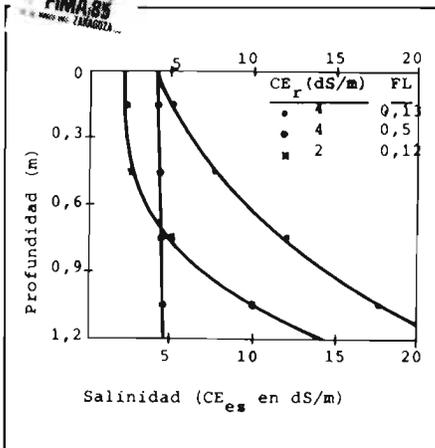

Fig. 3: Perfiles de salinidad de un suelo en función de la salinidad del agua de riego ( $CE_r$ ) y de la fracción de lavado (FL).
1) La incertidumbre acerca de la respuesta de las plantas a variable salinidad en el suelo, tanto en el espacio como en el tiempo, en tanto que los datos de tolerancia de las plantas a la salinidad (cuadro núm. 1) se han obtenido manteniendo condiciones relativamente homogéneas de distribución de sales en la zona radicular (como la curva 4/0,5 de la fig. 3: 0-0), a lo largo del ciclo vegetativo de las
Los datos de tolerancia a la salinidad de los cultivos contenidos en el cuadro núm. 1 son más extrapolables a situaciones parecidas a las que se han obtenido, es decir, utilizando riegos con FL altas que produjeren una distribución relativamente homogénea de sales en la zona radicular, en suelos con buen drenaje que permitieran dichas FL sin producir falta de aireación, en un clima seco (baja humedad relativa del aire) y con un método de riego de baja frecuencia. Por ejemplo, si dispusiésemos de agua de 2,5 g/l de sales (equivalentes a 4 d S/m de conductividad) para regar sorgo y lo hiciésemos con una FL tan alta como 0,5 si las características del suelo lo permitiesen (curva 4/0,5 de la fig. 3), obtendríamos una leve reducción en los rendimientos a causa de las sales, puesto que los datos de tolerancia del sorgo a la
rendimientos de las cosechas producidos por la salinidad puede relacionarse mejor con la salinidad mínima en el perfil del suelo que con la salinidad media. Bajo este supuesto se obtendrían rendimientos más altos del sorgo en el caso de la curva 2/0,12 que en el de la 4/0,5 de la fig. 3. La pervivencia de gran parte de la horticultura extratemprana de los enarenados de Almería sin duda se explica, en parte, por los niveles relativamente bajos de salinidad que se mantienen inmediatamente debajo de la capa de arena, a base de utilizar aguas de riego relativamente salinas con FL tan altas como permiten la cada vez más restringida disponibilidad de agua y permeabilidad del suelo.